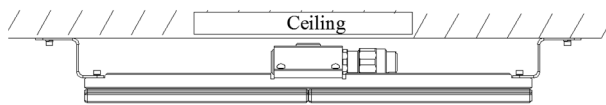

図 3
- ☞ ブラケットホルダーを付属の M6 ネジで 24.5 kgf-cm のトルクで固定します。( 図 3 )
- ☞ Position the bracket holders and fix it by means of the provided M6 screws, 24.5 kgf-cm. (Figure 3)